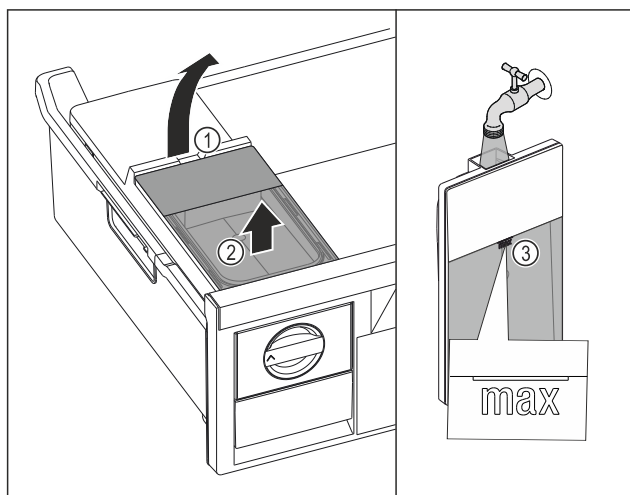

Fig. 97
- Watertank aan de uitsparing Fig. 97 (1) optillen.
- Watertank naar boven toe verwijderen. Fig. 97 (2)
- Watertank tot de markering Fig. 97 (3) vullen met drinkwater.